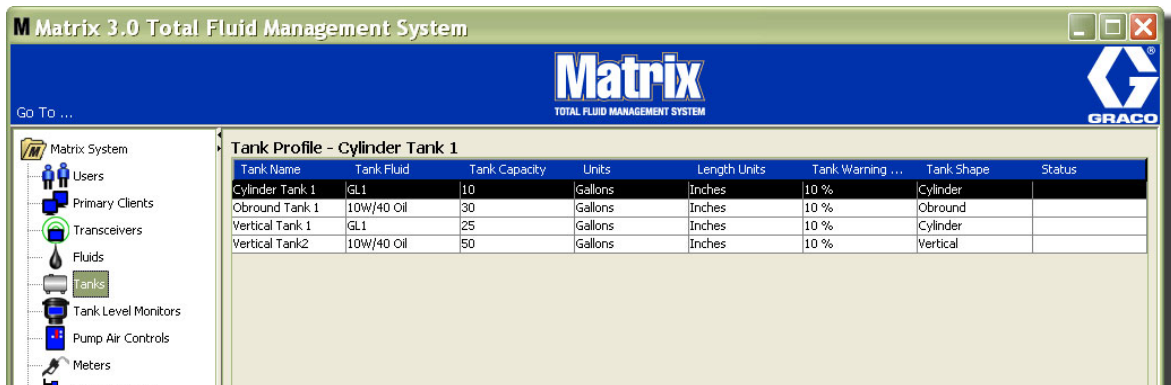

FIG. 103
1. Wanneer alle vereiste informatie voor het tankprofiel werd ingevoerd, klikt u op OK om het scherm te sluiten en de wijzigingen op te slaan. De tank wordt toegevoegd aan de lijst zoals in FIG. 103.
2. Om een tankprofiel te wijzigen (FIG. 103), markeert u de invoer op het hoofdscherm voor tanks, zoals in FIG. 103.